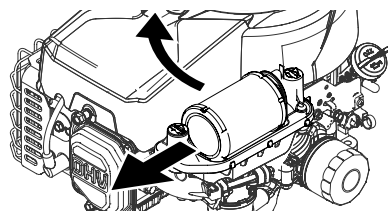

Figure 11
3. Tirer vers l'avant puis vers le haut pour enlever le filtre à air (Figure 11).